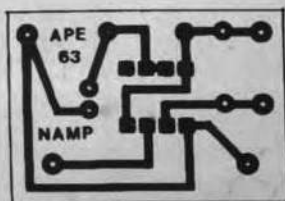

Fig. 2
- FIG. 2 - LAY OUT DO CIRCUITO IMPRESSO ESPECÍFICO - A plaquinha de impresso é pequena e com o padrão cobreado (visto em negro, na figura...) muito simples... Conforme mostra o diagrama (lado cobreado em tamanho natural...), basta decalcar ou *carbonar* o desenho sobre a face metalizada de um fenolite nas conveniente dimensões, efetuar a traçagem, corrosão, furação, etc. nos procedimentos já várias vezes explicados em fascículos anteriores do ABC DA ELETRÔNICA, e exemplares passados de APE... Apesar de simples, o *lay out* do